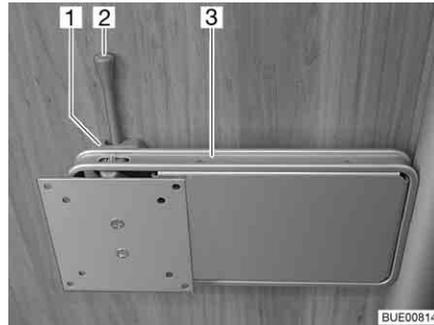

Fig. 60 Supporto su colonna
- Spingere di lato la leva di sbloccaggio (Fig. 60,2) e ruotare il supporto (Fig. 60,3) con lo schermo piatto nella posizione desiderata.
- Riportare indietro lo schermo piatto finché il supporto (Fig. 60,3) non si innesta nel bloccaggio (Fig. 60,1).